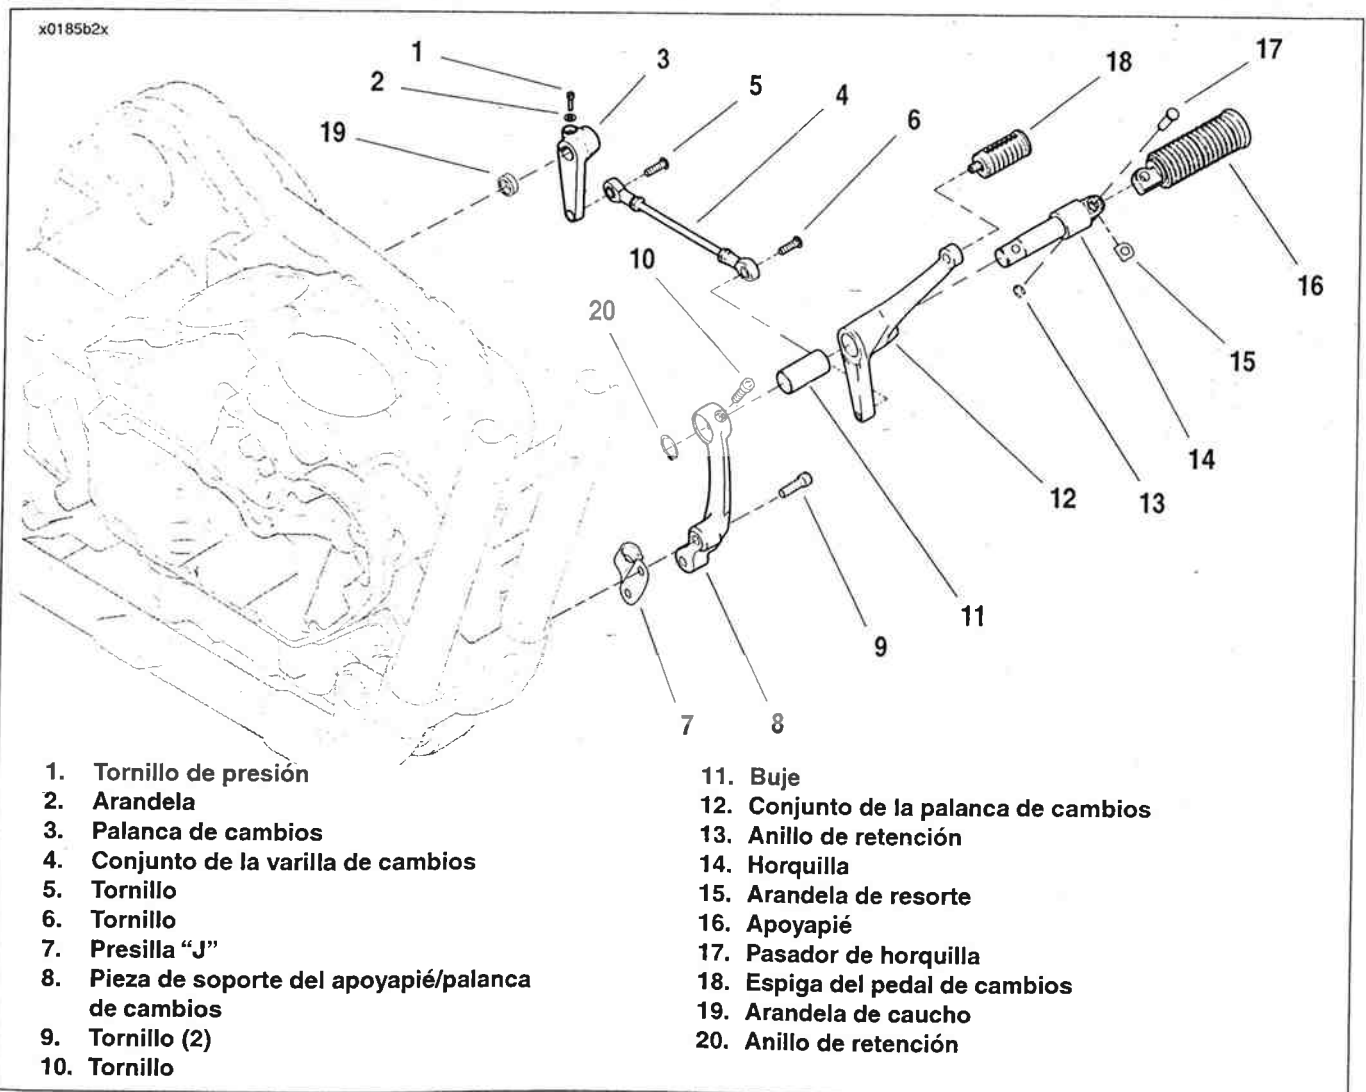

Figura 2-167. Controles delanteros de los modelos XL883C/1200C – lado de la palanca de cambios
1. Vea la Figura 2-167. Quite el anillo de retención (13), pasador de horquilla (17), apoyapié (16) y arandela de resorte (15). Deseche el anillo de retención.
2. Desenrosque el conjunto de la varilla de cambios (4) del conjunto de la palanca de cambios (12) y palanca de cambios (3).
3. Quite el anillo de retención (20), arandela (10) y horquilla (14). Deslice para sacar el conjunto de la palanca de cambios de la horquilla. Deseche el anillo de retención.
4. Extraiga los dos tornillos (9) pieza de soporte del apoyapié/palanca de cambios (8) y presilla "J" (7) de la estructura.
5. Quite el tornillo de presión (1), arandela (2), palanca de cambios (3) y arandela de caucho (19) del eje de cambios de la transmisión.
1. Vea la Figura 2-167. Instale la arandela de caucho (19) y palanca de cambios (3) en el eje de cambios de la trans-